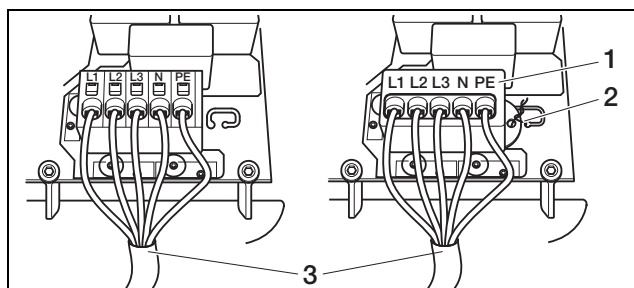

Figura 15: Cable de red conectado (a la izquierda sin tapón de sellado, a la derecha con tapón de sellado (representado PIKO 7.0/8.3/10.1))
- Conecte los conductores del cable de red conforme a la inscripción en el borne de conexión CA (figura 15).